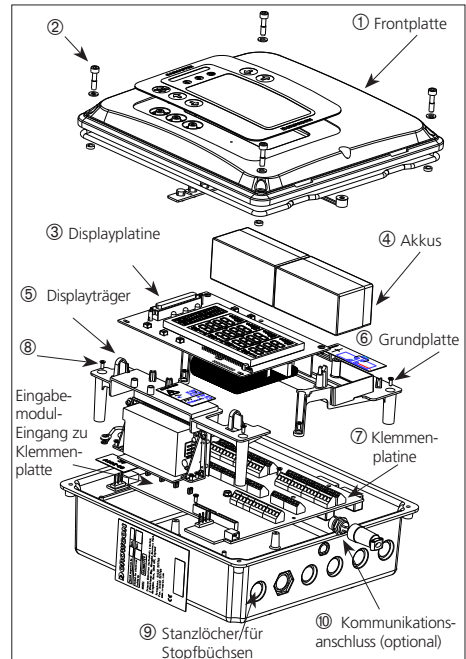
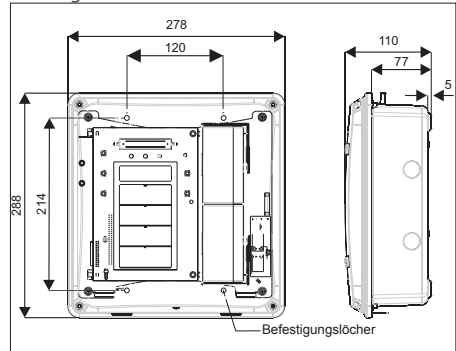

Abbildung 2.1 Explosionszeichnung Gasmaster
Abbildung 2.3 Abmessungen des Gasmasters mit Befestigungslöchern
Abb. 2.1 zeigt den inneren Aufbau eines Gasmaster-Systems. Die Frontplatte ① wird durch Herausdrehen der vier Schrauben ② und vorsichtiges Trennen der Displayplatte ③ entfernt. Die Frontplatte kann entweder mithilfe einer der Befestigungsschrauben am Gehäuse abgestützt werden oder vollständig abgenommen und an einem sicheren Ort abgelegt werden. Die Displayplatte ③ und die Akkus ④ sind auf zwei separaten Halterungen angeordnet. Die Klemmenplatte ⑦ enthält die Eingabemodule und alle Eingangs- und Ausgangsklemmen. Die Displayplatte ③ ist mit der Klemmenplatte ⑦ über einen 50-Wege-Flachbandstecker verbunden und auf der linken Seite mit einem Scharnier versehen, so dass sie zur Seite geklappt werden kann, um den Zugriff zu den Eingabeklemmen des Detektors zu ermöglichen. Nachdem die Displayplatte zur Seite geklappt ist und die Akkus entfernt wurden, sind die meisten Anschlussklemmen erreichbar. Gegebenenfalls kann auch die Grundplatte entfernt werden, so dass man einen einfacheren Zugang auf die Anschlussklemmen erhält. Um das Display-Gestell herauszunehmen, muss zuerst der Flachbandstecker der Displayplatte
Die Abmessungen des Gasmasters entnehmen Sie bitte Abbildung 2.3. Zum Zugriff auf die Befestigungspunkte entfernen Sie zunächst die Frontplatte; drehen Sie hierfür die Befestigungsschrauben Ⓜ (siehe Abb. 2.1) heraus. Entfernen Sie vorsichtig den Sounderstecker von der Displayplatine. Bewahren Sie die Frontplatte zur späteren Wiederverwendung an einem sicheren Ort auf. Halten Sie den Gasmaster an der gewünschten